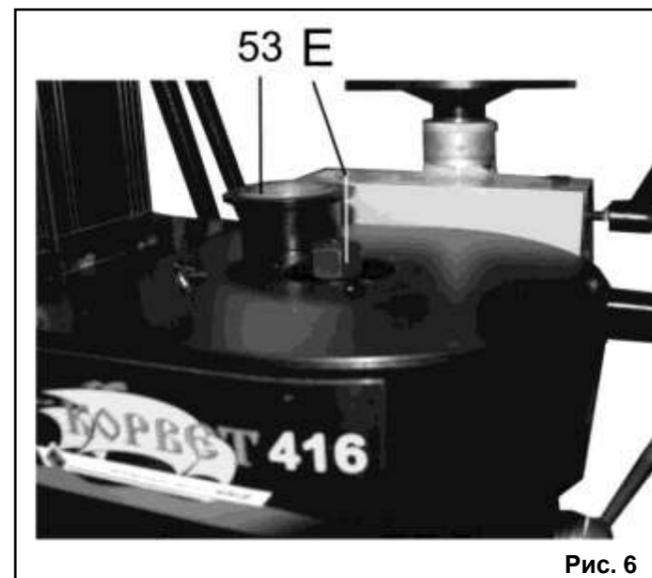

Рис. 6
10.2. Сверление (Рис. 2а, 2б, 2в, Рис.6)
- Демонтируйте колпак (53), как показано на Рис. 6
- Установите в шпиндель шпильку (Е), как показано на Рис. 6.
- На шпильку (Е), Рис. 6, устанавливается сверлильный патрон (11), Рис. 2а, в котором имеется специальное резьбовое отверстие.
- Затяните шпильку (Е), Рис. 6, удерживая шпиндель